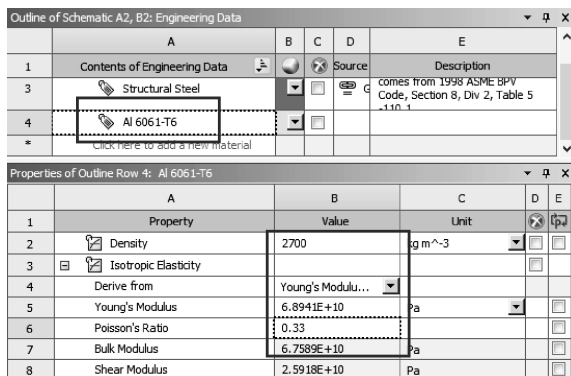

图 4-33 创建材料
(1) 编辑工程数据单元：右键单击【Engineering Data】→【Edit】。
(2) 在工程数据属性中增加新材料：单击【Outline of Schematic A2, B2: Engineering Data】→【Click here to add a new material】，输入新材料名称 Al 6061-T6。
(3) 在左侧单击【Physical Properties】展开→双击【Density】→【Properties of Outline Row 4: Al 6061 - T6】→【Density】= 2700kg/m^3 。
(4) 在左侧单击【Linear Elastic】展开→双击【Isotropic Elasticity】→【Properties of Outline Row 4: Al 6061 - T6】→【Young's Modulus】= $6.8941\text{E}+10\text{Pa}$ 。
(5) 【Properties of Outline Row 4: Al 6061 - T6】→【Poisson's Ratio】= 0.33，如图 4-33 所示。